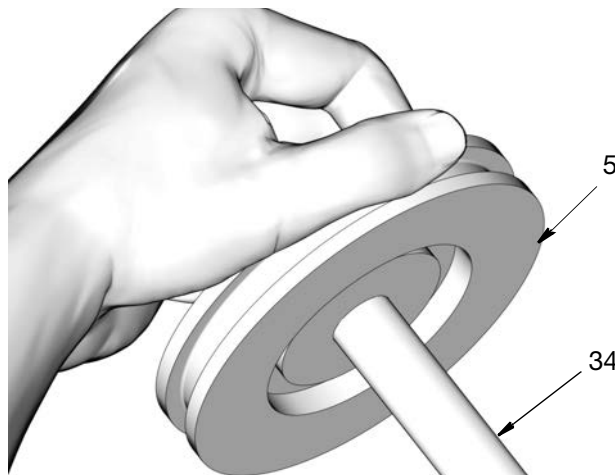

FIG. 31
6. Premere il pistone (5) sull'estremità dell'asta del pistone (34) fino a quando non è completamente inserito nell'asta (FIG. 31).
7. Installare il dado (37) sull'estremità dell'asta del pistone (34). Utilizzare due chiavi lavorando in direzioni opposte per serrare il dado. Utilizzare una chiave aperta sulle parti piatte dell'asta del pistone e la seconda chiave per serrare il dado come mostrato in FIG. 31. Serrare a una coppia da 17,6 a 20,3 Nm (13 - 15 ft. lb).